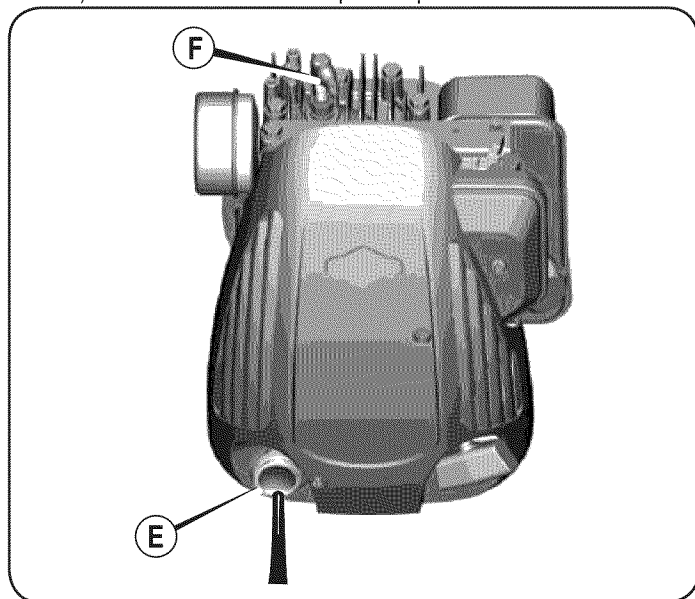

Figura 18
- Si drena el aceite desde el tubo superior de llenado de aceite (E), mantenga el extremo de la bujía del motor (F) hacia arriba (Figura 18). Drene el aceite a un recipiente aprobado.